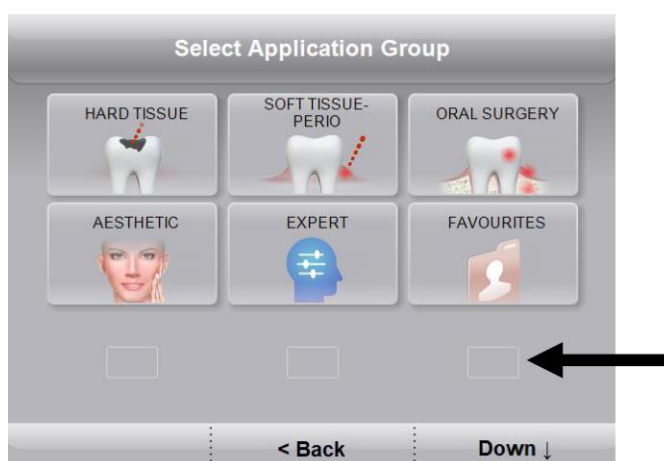

Рисунок 11.7: Нижний правый значок основного экрана Application (приложения)
- Команда «PLOAD» используется для перезаписи приложений, содержащихся только в нижнем правом значке основного экрана Application (приложения) (см. рисунок 11.7).